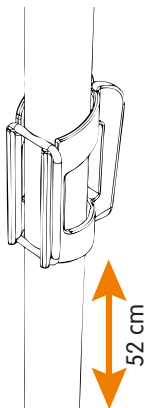

Abbildung 2
2. Slide the cane clamp to the proper height, where it will not get in contact with the front wheels. Which is at approximately 52 cm from the foot of your cane or crutch (Fig. 2).
2. Schieben Sie die Stockklemme auf die richtige Höhe, damit sie nicht mit den Vorderrädern in Berührung kommt. Der Abstand sollte - von der Unterseite Ihres Gehstocks oder Ihrer Krücke aus gemessen – ca. 52 cm betragen (Abb. 2).